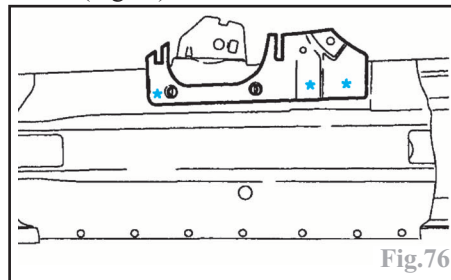

Fig.76
-par fraisage des points et déposer l'élément (Fig.76).